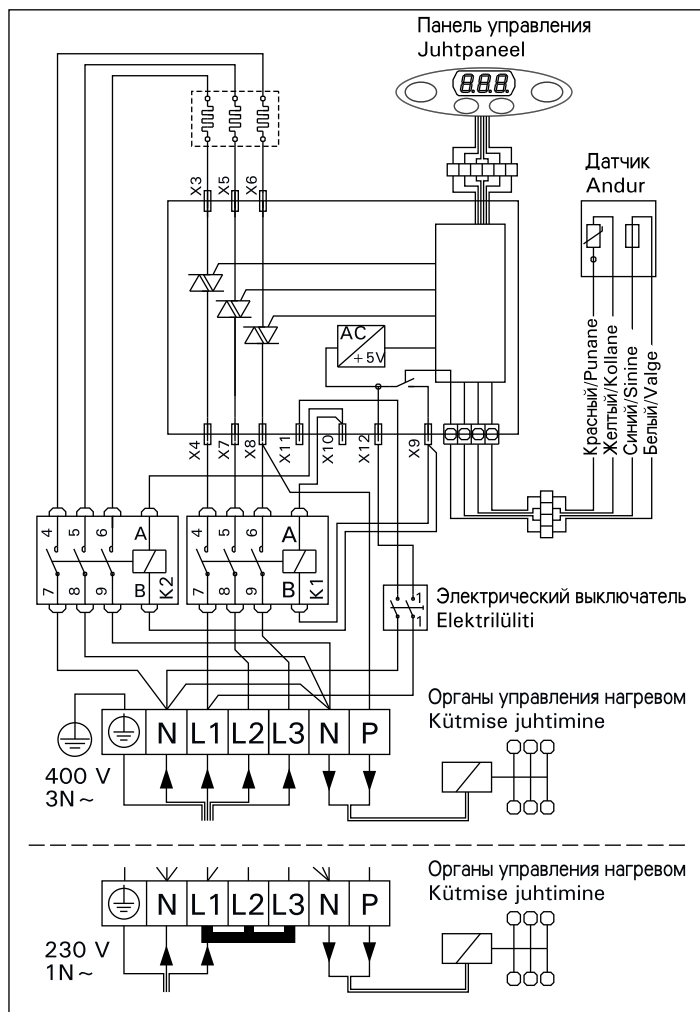

Рисунок 7. Подключение каменки PI
- Кроме разъемов питания каменки PI оснащены также разъемом (P), который делает возможным управление электрическим нагревом. (см. рис. 7). Кабель управления электро-отоплением подводят прямо к розетке каменки и дальше с помощью резинового кабеля, равного по толщине кабелю подключения, к клеммнику.